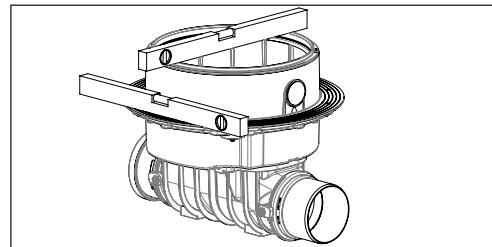

Fig. 1
2.1 KESSEL-Staufix SWA pour pose dans la dalle de fondation (réf. 73100.10 S/X, 73125.10 S/X, 73150.10 S/X, 73200.10 S/X). S'applique également pour la pose du Controlfix. Le corps principal du KESSEL-Staufix SWA doit être posé à l'horizontale (voir figure 1). Poser le joint à lèvres profilé ci-joint dans la rainure de la rehausse intercalaire et graisser. Monter ensuite la rehausse